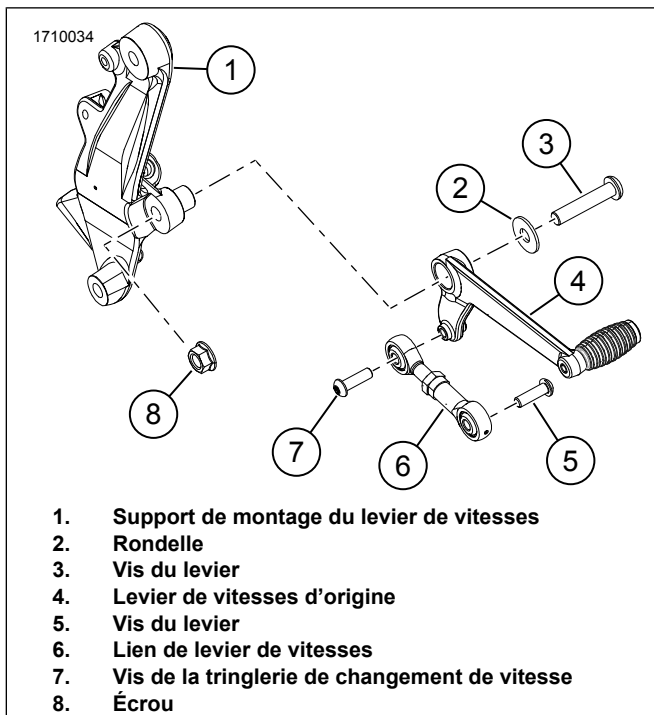

Figure 2. Levier de vitesses d'origine
1. Voir la Figure 2. Retirez la vis du levier de vitesses (5).
2. Installez la vis (3), la rondelle (2) et l'écrou (8) du levier.
- a. Jetez la vis (3) et la rondelle (2) du levier.
3. Retirez le levier de vitesses Équipement d'origine (OE) (4) du support de montage du levier de vitesses (1).
4. Retirez la vis de la tringlerie de changement de vitesse (7) et la tringlerie de changement de vitesse (6).
5. Jetez le levier de vitesses OE (4).